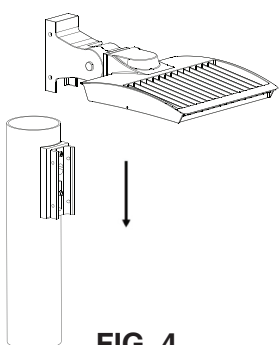

FIG. 4
3. Serrez les quatre (4) boulons M8 sur le bras fixe et attachez-le à l'adaptateur. Connectez les fils d'alimentation correctement, en conformité avec les schémas de câblage ci-dessus. Réalisez les connexions de câblage à l'intérieur du bras, ensuite serrez le couvercle inférieur avec les quatre (4) vis M4 (voir la FIG. 4). Les connexions de câblage peuvent aussi être réalisées à l'intérieur du poteau.
2. Insérez le luminaire dans l'adaptateur (voir la FIG. 4).